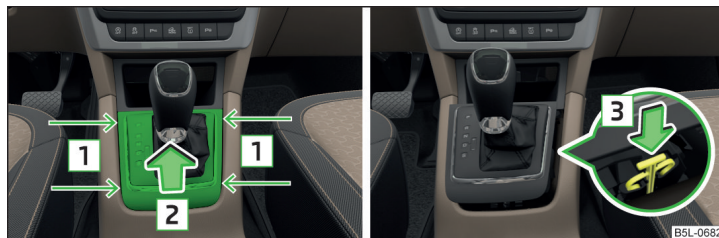

Fig. 181 Desbloqueo de emergencia de la palanca selectora
- Introduzca un destornillador plano en la hendidura en el área de las flechas **1** » fig. 181 y levante la tapa en el sentido de la flecha **2**.